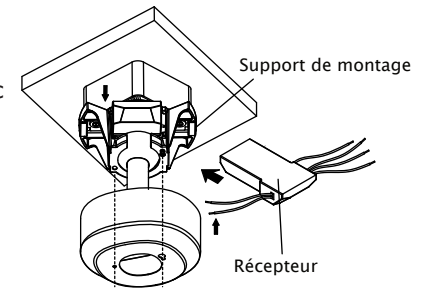

Fig. 15
Étape 1. Insérez le récepteur dans le support de montage, et gardez plat en opposition du plafond. (Fig. 15)